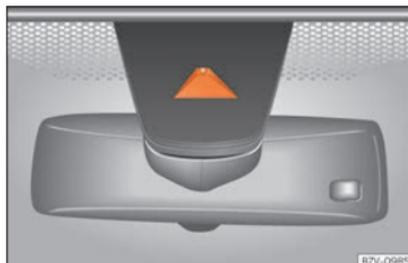

Fig. 268 No para-brisas: área de campo visual do sistema de aviso de saída da via de circulação.
- Antes de iniciar a marcha, verifique se a área do campo visual da câmara não está tapada »» **Fig. 268**.